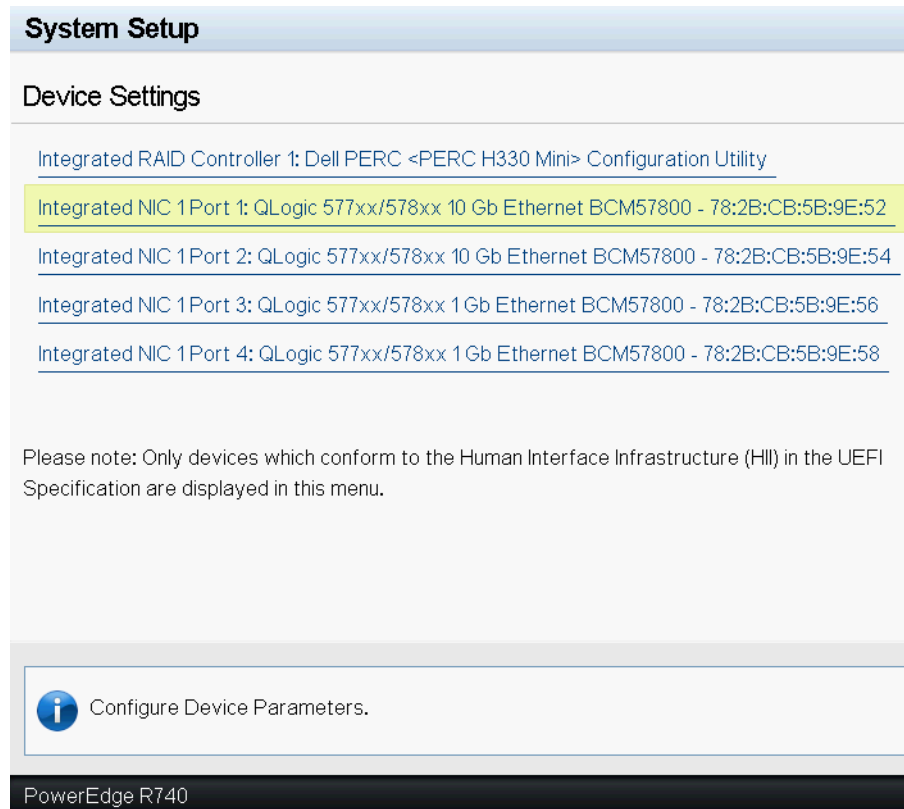

Ilustración 6-3. Configuración del dispositivo
3. Seleccione el dispositivo en el que desea cambiar la configuración MBA (consulte la Ilustración 6-3).